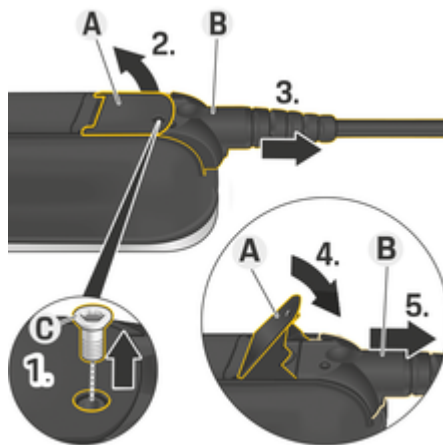

Fig. 69: Desconectando cabos
1. Remova o parafuso **C** (Fig. 69) usando uma ferramenta adequada.
2. Levante a alavanca **A** (Fig. 69).
3. Puxe o conector **B** (Fig. 69) até sentir a resistência pela primeira vez.
4. Feche a alavanca **A** (Fig. 69).
5. Puxe o conector **B** (Fig. 69) completamente.